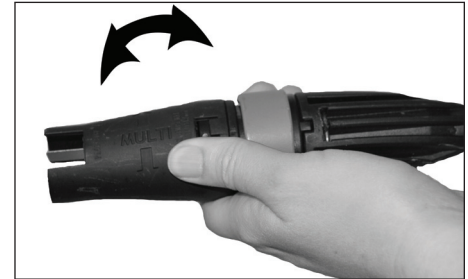

Figura 12 - Ajuste de pulverización
3. Suelte el cierre del gatillo deslizando el cierre de la derecha a la izquierda.(Figura 12)